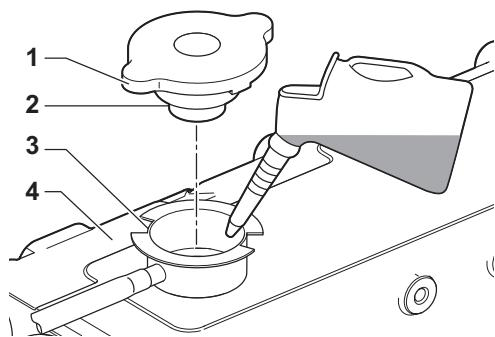

Figure 14
- Versez lentement le liquide de refroidissement dans le réservoir (**Figure 14, (4)**) pour éviter les bulles d'air. Remplissez jusqu'à ce que le liquide de refroidissement déborde du port de remplissage.
- Alinez les languettes du bouchon de remplissage (**Figure 14, (2)**) avec les encoches du port de remplissage (**Figure 14, (3)**) et serrez fermement le bouchon de remplissage (**Figure 14, (1)**).